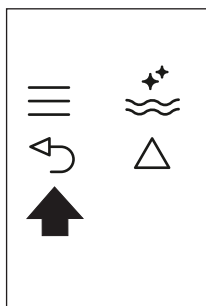

Fig. 25
- ▶ Apăsați de două ori pe pictograma ↶ (B6) (Fig. 25) pentru a ieși din meniu.